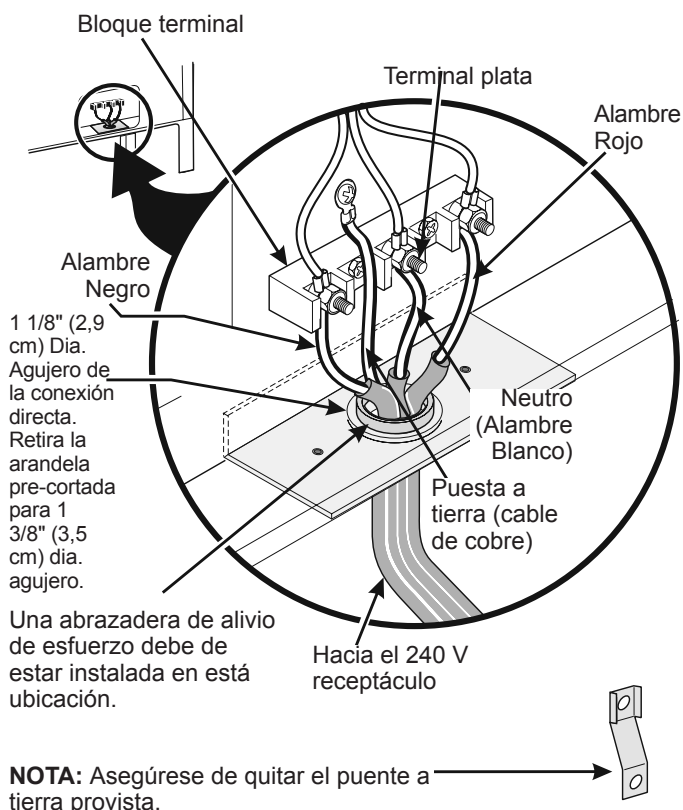

Figura 4
NOTA: La cocina corrediza eléctrica viene de fabrica con un agujero de diámetro 1 1/8" (2.9 cm) como se muestra en la figura 4. Si un agujero mas largo está necesario retire la arandela de la pre-cortada.
Donde los códigos locales NO permiten la conexión del conductor a tierra del armazón al alambre neutral del cable de bronce del suministro eléctrico (vea figura 4).
3. Utilizar los tuercas suministraron en el paquete de la literatura para conectar el alambre de tierra (verde) del cable de bronce del suministro eléctrico al armazón del electrodoméstico con el tornillo de la base, usando el hoyo del armazón por donde retiró la correa de la base (Figura 4).
Si el aparato está conectado directamente al corta circuito, a la caja de fusibles o a la caja de empalmes, use un cable blindado flexible o no metálico recubierto de cobre (con alambre a tierra). Provee una abrazadera releva de anclaje homologa UL a cada extremidad del cable. A la extremidad del electrodoméstico, el cable pase a través del agujero de la conexión directa (Figura 4) en el cordón de la placa de montaje. El tamaño de los alambres (**alambre de cobre solamente**) y las conexiones deben estar conforme al régimen del electrodoméstico.